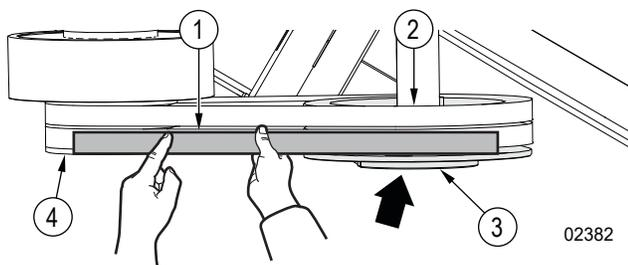

Fig. 42—Alignez la poulie du rotor
- Si le bord du volant de l'embrayage du moteur est parallèle à la règle droite, mais n'est pas aligné avec la poulie du rotor, alignez la poulie du rotor. Consultez la Fig. 42 à la page 58. Pour obtenir des instructions, consultez *Aligner la poulie du rotor* à la page 57.